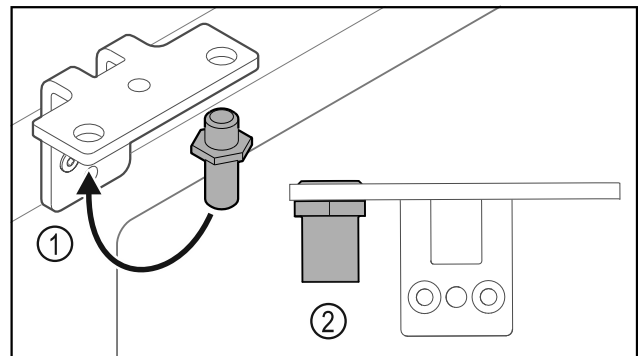

Fig. 35
- ▶ Cambiar la posición del perno Fig. 35 (1) en la escuadra de bisagra.
- ▶ Apretar el perno Fig. 35 (2) con un **par de 12 Nm**.